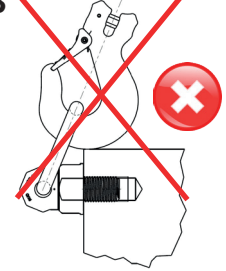

Abb. 1:
- Das Einhängeglied von manuell ausgerichteten VWBG-V kann um ca. 230° geschwenkt werden (Abb. 1).
Das Einhängeglied bzw. das eingehängte Anschlagmittel muss im VWBG-V frei beweglich sein und darf sich nicht an der Lastkante sowie am Grundkörper des VWBG-V abstützen (Abb. 1).